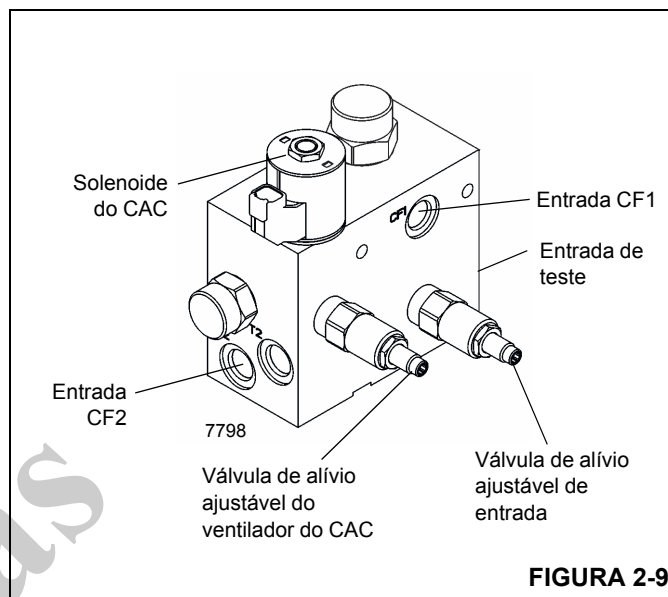

FIGURA 2-9
1. Com o motor desligado, desconecte a mangueira do orifício "CF1" na válvula de suprimento de carga do freio/motor do ventilador do CAC Figura 2-9; tampe e coloque bujão em todas as aberturas.
1. Instale um dispositivo de verificação de pressão de desconexão rápida (Parker PD240) com indicador na orifício de teste, Figura 2-9.